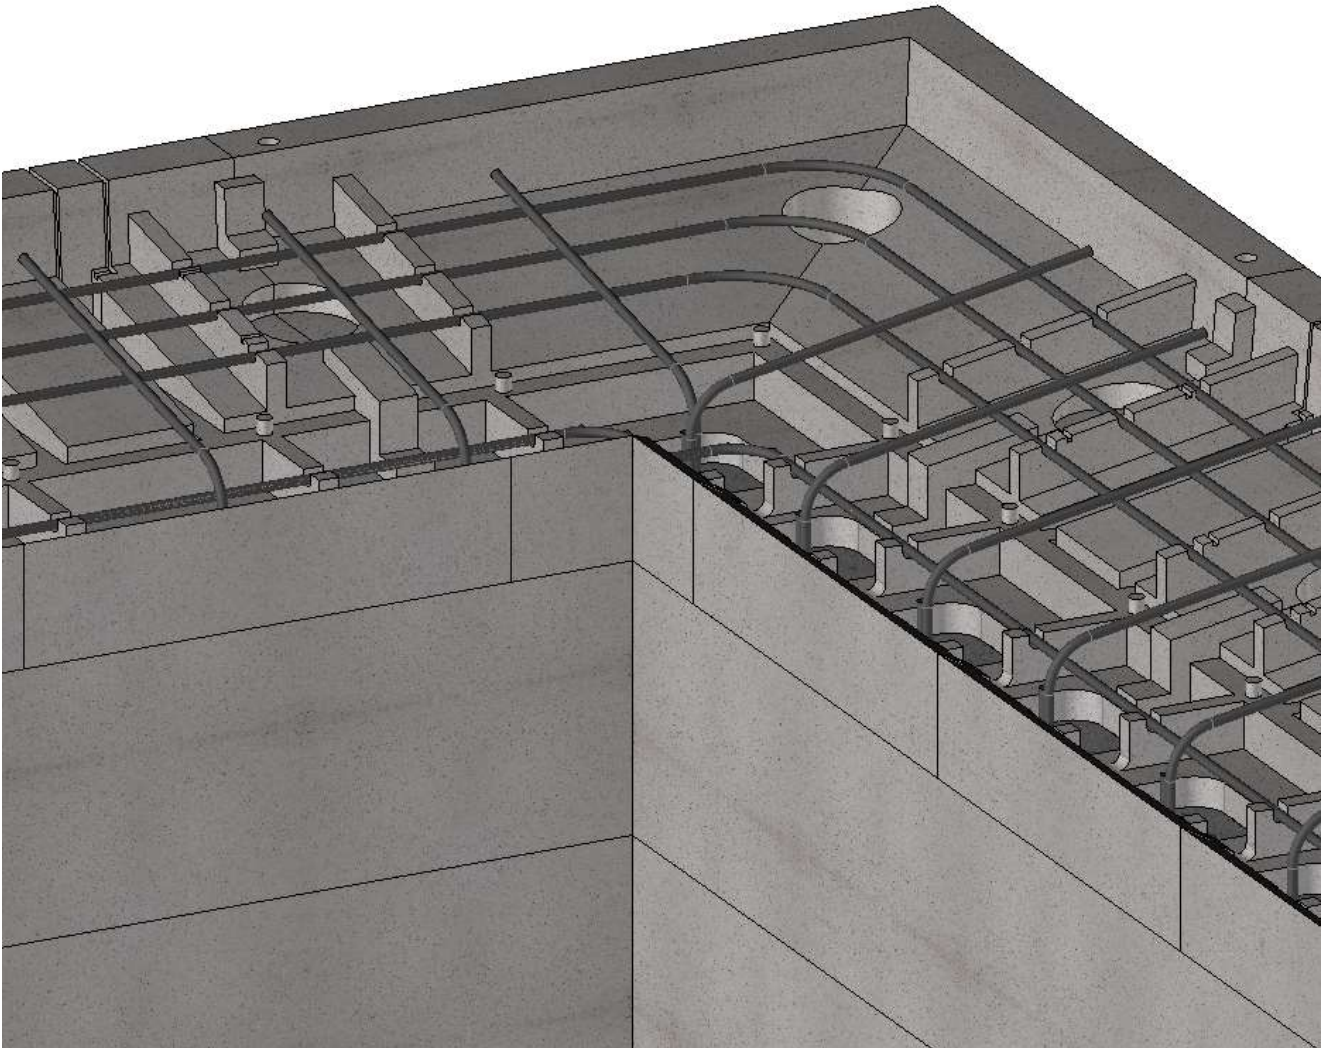

Figure 9 : Mise en place du ferrailage
- Lier les barres aux murs en disposant une équerre tous les 250 mm (Figure 9).